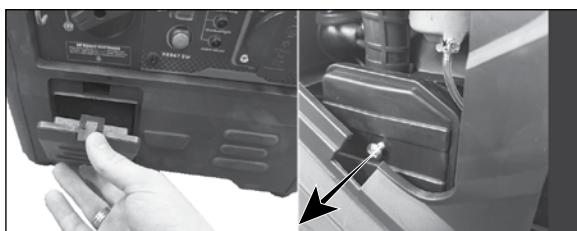

Рис. 19
- Откройте крышку воздушного фильтра (рис. 19).